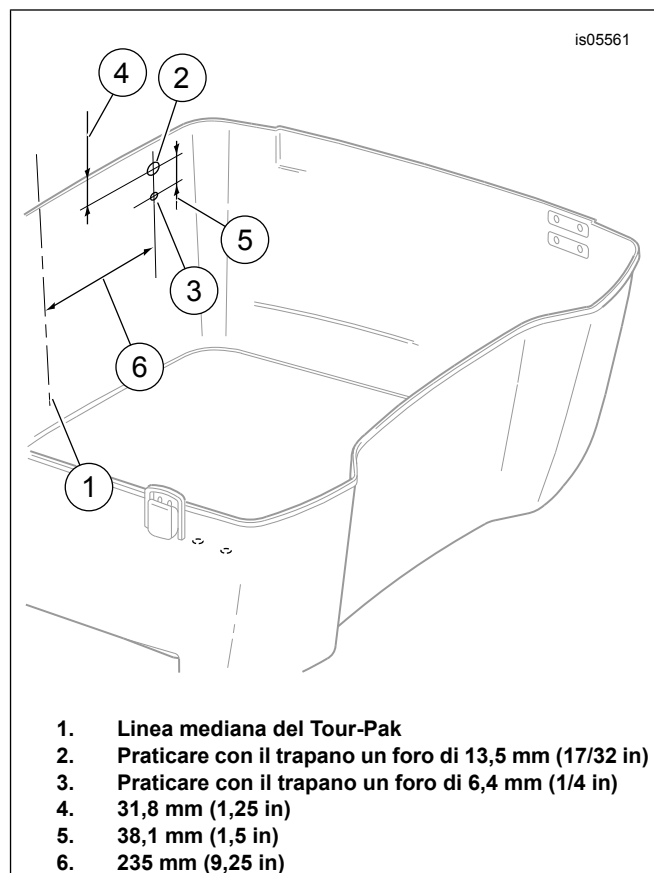

Figura 1. Punto di foratura per l'antenna AM/FM sul Tour-Pak
5. Vedere Figura 1. Misurare e determinare il centro (1) della parete posteriore esterna del Tour-Pak.